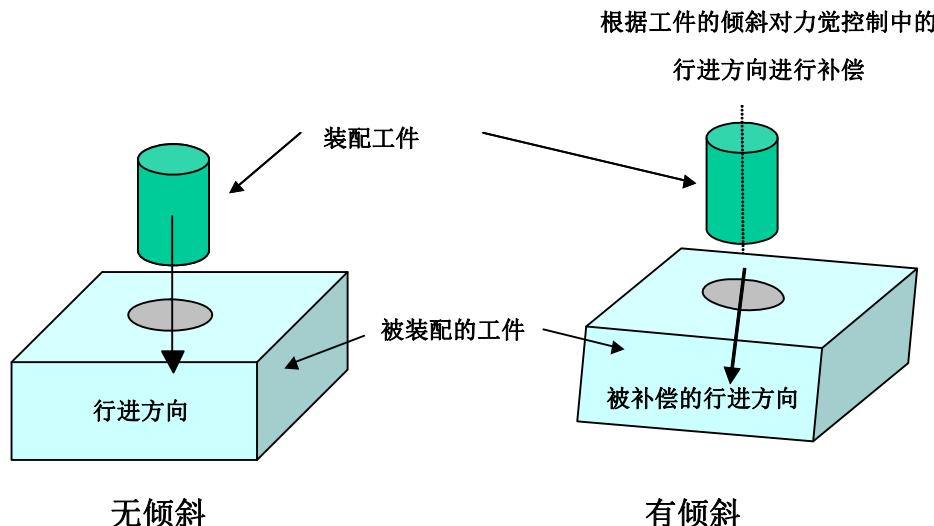

图 3.8(a) 使用用户坐标系补偿对行进方向进行补偿
- 1-1 通过位置补偿条件命令指定使用于补偿的位置寄存器编号。TP 程序例如图 3.8(b)所示。